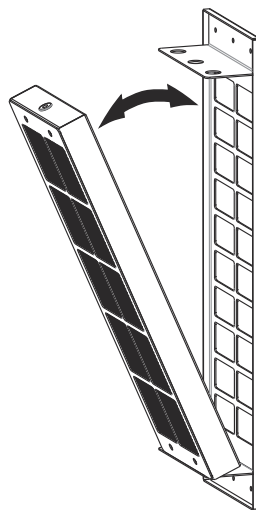

Fig. 8
3. ➡ Ta bort kolfiltret från ramen (Fig. 8).